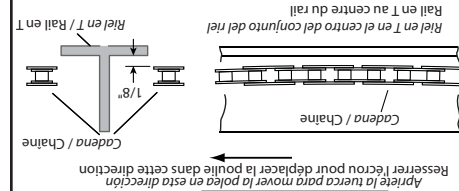

FIG. 1-4 Ajuste de la Correa.
2. Apriete la correa girando la tuerca de ajuste hacia la derecha. La tuerca de ajuste de la correa está localizada al lado opuesto de la caja de motor en el otro extremo del riel (Fig. 1-4).
3. Apriete la correa hasta que esta esté aproximadamente a 1/8 in (0,32 cm) arriba de la base del riel y en un punto medio del mismo (Fig. 1-4).
2. Tendez la courroie en tournant l'érou de réglage vers la droite. L'érou de réglage de la courroie se situe à l'opposé de l'ensemble du moteur, à l'autre extrémité du rail (Fig. 1-4).
3. Tendez la courroie jusqu'à ce qu'elle se situe à environ 0,3 cm (1/8 po) au-dessus de la base du rail (mesure effectuée au centre du rail) (Fig. 1-4).